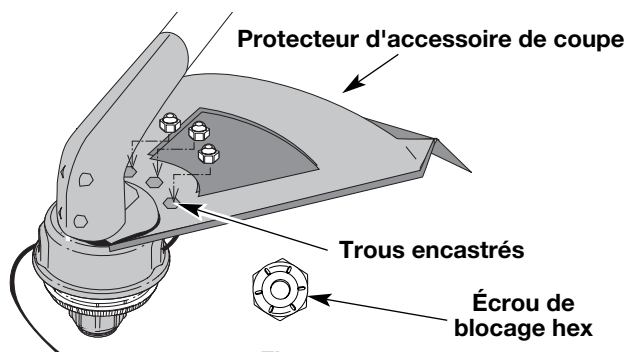

Fig. 4
2. Placez un écrou de blocage hex dans l'un des trois trous encastrés, sur le dessus du protecteur d'accessoire de coupe (Fig. 4).